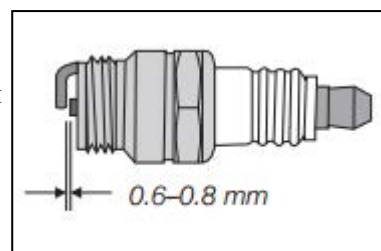

Рис. 28
4. Проверьте зазор электрода с помощью щупа и при необходимости установите зазор 0,030 (0,76 мм). См. рис. 28.